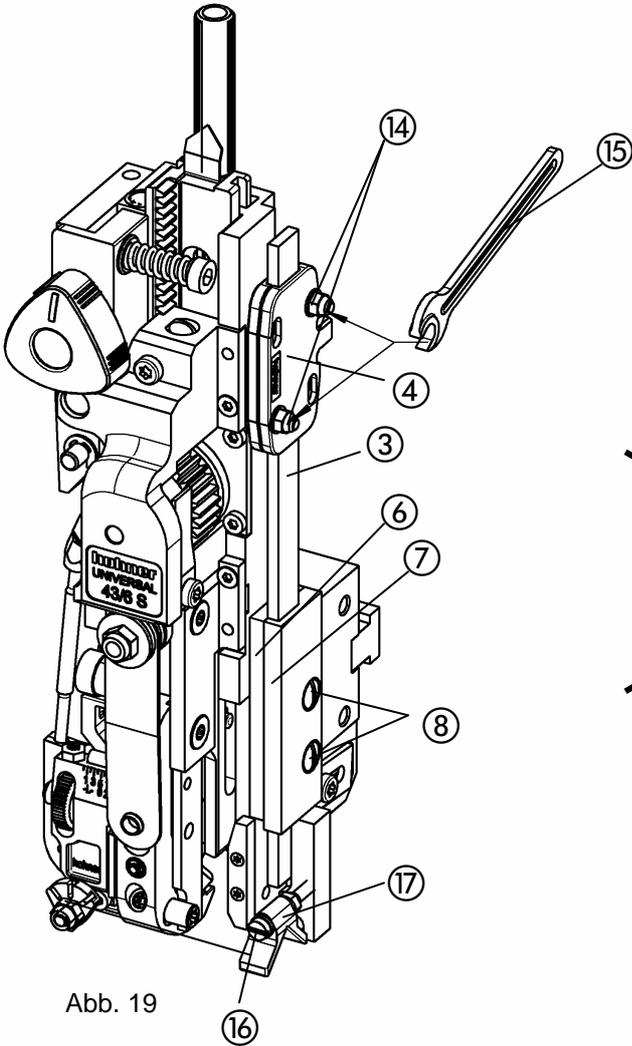

Abb. 19
Abb. 19 a
Abb. 19 b
- Abb. 19 - (siehe Ersatzteilliste Seite E 31)
- Niederhaltergestänge ③ mit Mitnehmer ④ zwischen Distanzplatte ⑥ und Führungsplatte ⑦ legen (Platten und Gestänge sollten leicht eingefettet sein).
- Die Schrauben ⑧ durch die Plattenbohrungen in das Gewinde am Gehäuse eindrehen und festziehen, dabei sollte das Gestänge ③ parallel zur Gehäusekante stehen.